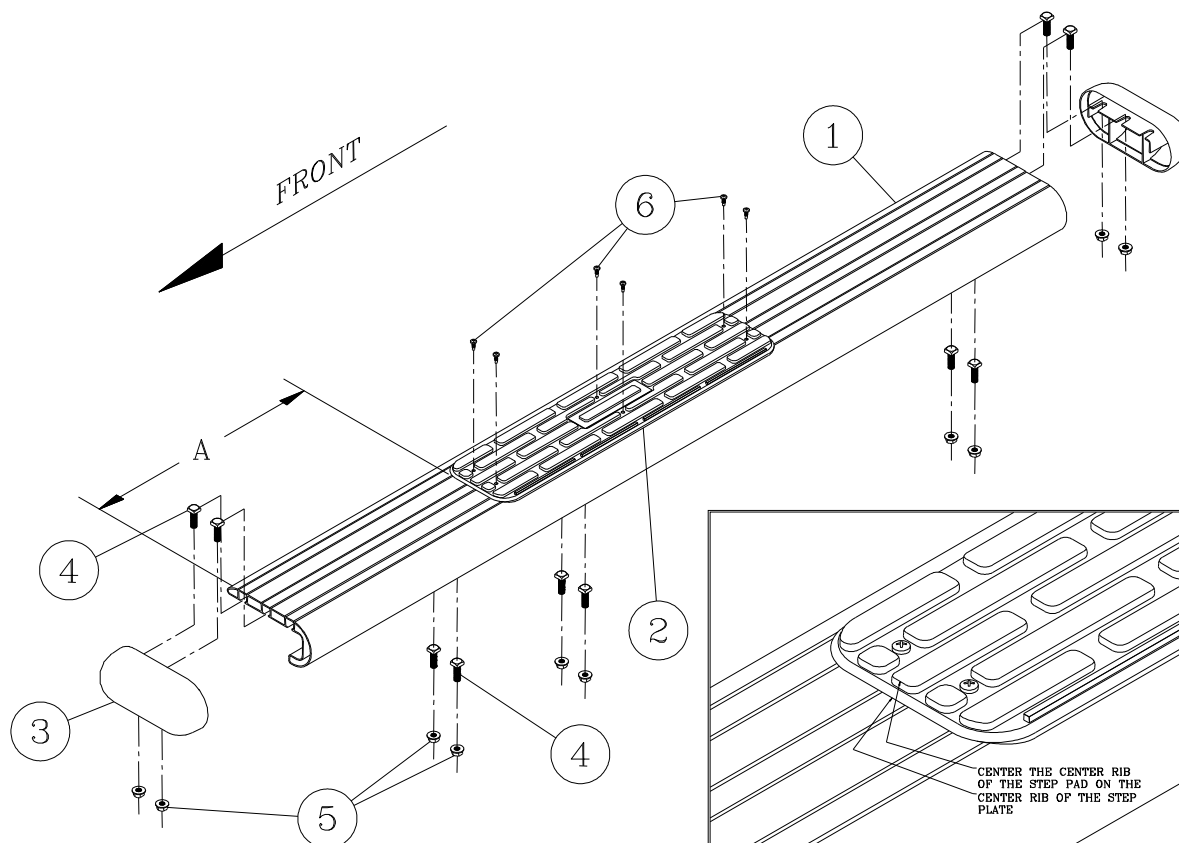

Fig. 1
5. INSTALL THE END CAPS (ITEM #3) AS SHOWN IN *fig. 1* SNUG UP THE NUTS. BE CAREFUL NOT TO DEFORM THE PLASTIC